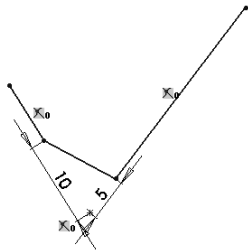

图 2-94 “距离-距离”方式创建倒角
- **距离-距离:** 选中此单选按钮,将以“距离-距离”的形式创建倒角。在此模式下可分别设置所选第一和第二条曲线上的倒角距离,如图2-94所示。